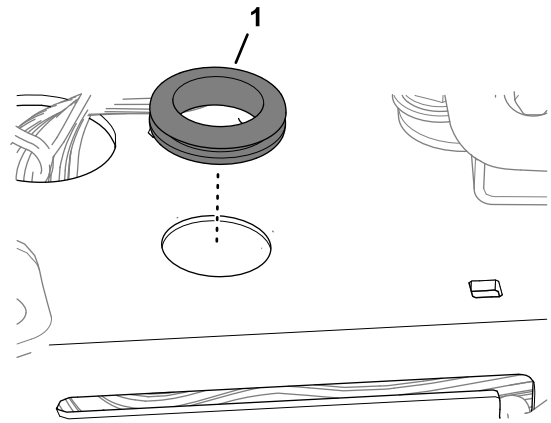

Bild 84
8. Setzen Sie die Tülle in das Loch ein (**Bild 84**).